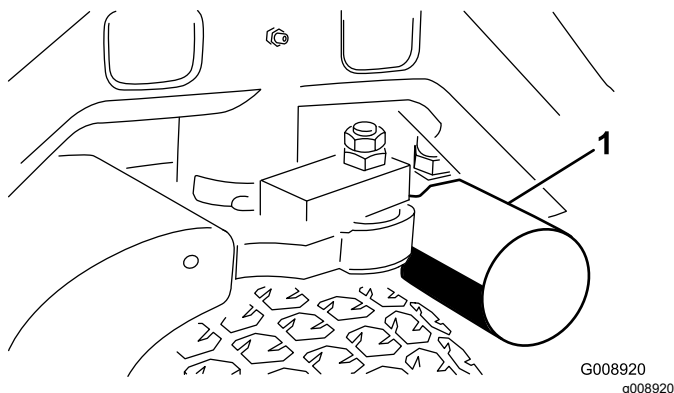
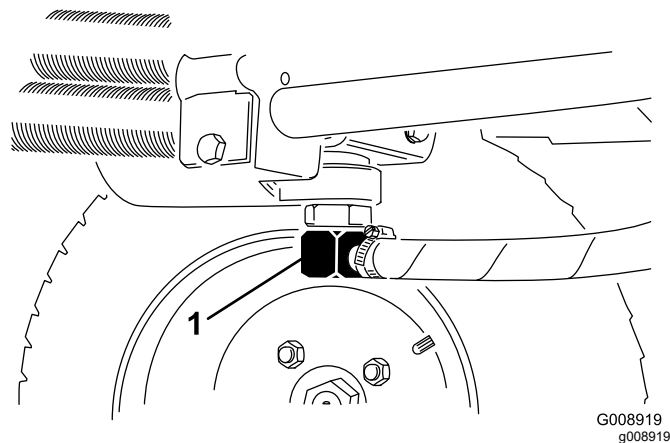

図 58
図 59
3. フィルタ取り付け部の周辺をウェスできれいにぬぐう。フィルタ図 58 の下に廃油受けを置いてフィルタを外す。
2. 油圧ラインの接続部図 59 または油圧フィルタ図 58 を外し、流れ出すオイルを容器に受ける。オイルが全部流れ出たらラインを元通りに接続する。